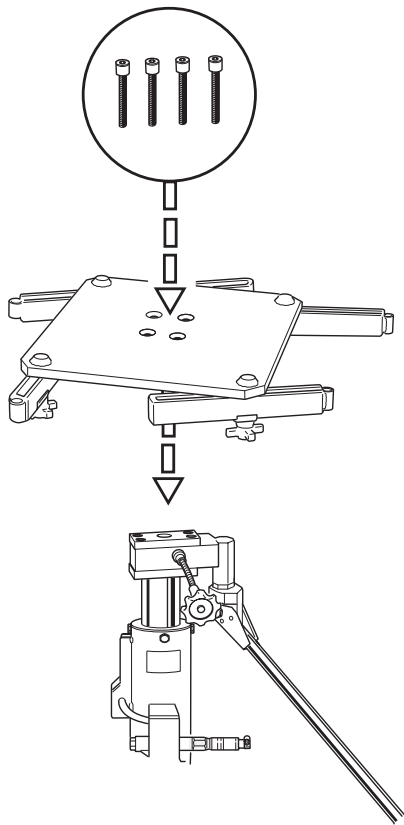

Fig.3
Montage der Platte (Abb. 3)
- Entfernen Sie die Aufnahmeplatte, indem Sie die vier Sicherheitsbolzen herausrauben (Abb. 3).
- Bringen Sie die Aufnahmeplatte wieder an, indem Sie die vier Sicherheitsbolzen festschrauben (Abb. 3).
Assemblage de la plaque de levage (Fig. 3)